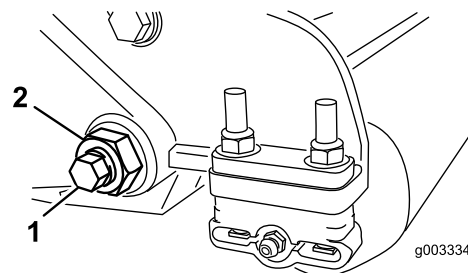
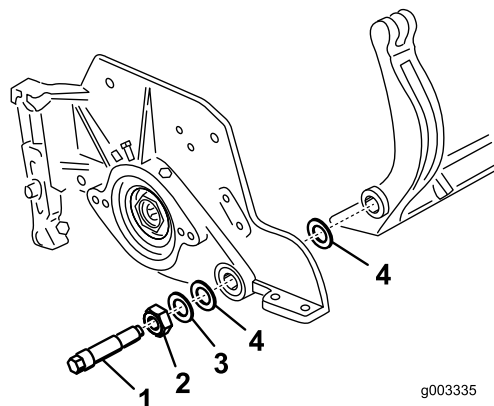

図 33
図 34
3. ベッドバーボルト 図 33 を固定しているロックナット機体両側をゆるめる。
4. 各ベッドバーボルトを抜いて、ベッドバーを下に引き抜いて外す 図 33。ベッドバーの両端にそれぞれナイロンワッシャ2枚とスチールワッシャが1枚ずつあるので注意する 図 34。
4. その外側からスチール製ワッシャを取り付ける 図 34。